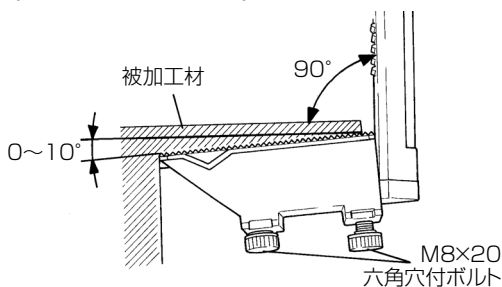

図 21
- V 溝付当て金を標準当て金の奥まで押し込み、M8 × 20 六角穴付ボルト (2 本) で固定します。また、図 21 のように角度のある被加工材に穴あけする場合は、六角穴付ボルトの締付け量で角度を調整してください。